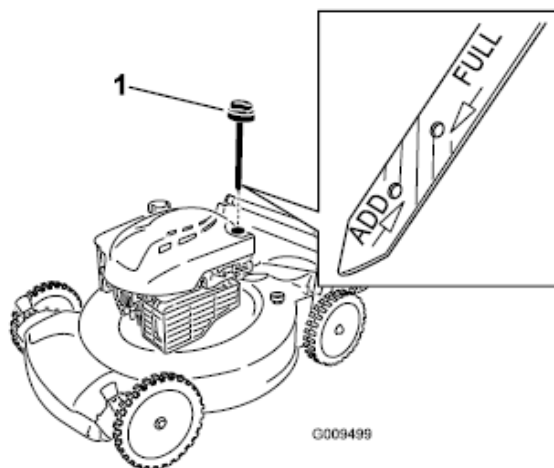

Figure 4
2. Zdemontować wskaźnik poziomu odkręcając korek w kierunku przeciwnym do ruchu wskazówek zegara (Fig.4).